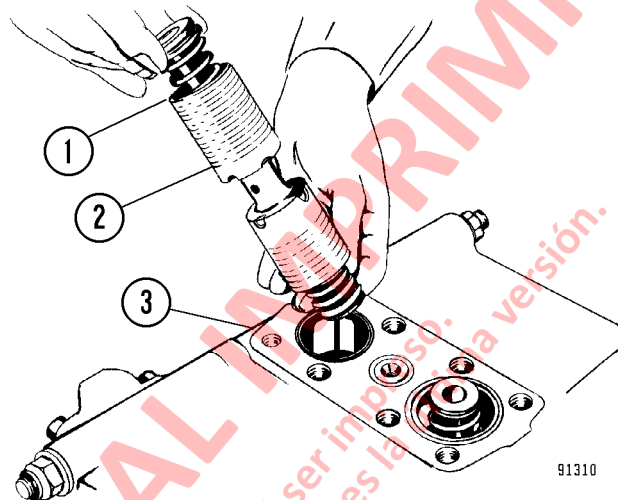

FIGURA 8-10. INSTALACIÓN DEL CARRETE
3. Repita el paso 2 en el extremo opuesto del carrete (20) para instalar el resorte, el asiento del resorte y el extremo del carrete. Asegúrese de que el resorte (16) sea azul. No hay cabezal móvil ni tapón instalados en el extremo inferior.
4. Lubrique el conjunto del carrete e instálelo cuidadosamente en la carcasa del carrete como se muestra en Figura 8-10. Asegúrese de que la ranura en «V» (1) del conjunto del carrete (2) esté posicionada hacia **arriba**, como se indica.
6. Repita el paso 5 desde el extremo inferior del carrete (14). Instale el resorte (16) de color azul, el asiento del resorte (2) y el extremo del carrete (15). Aplique Loctite a las roscas del extremo del carrete. Instale el extremo del carrete (15) y apriételo a **34 N·m (25 ft lb)**. Instale el cabezal móvil blanco (22). Aplique Dri-loc #204 a las roscas del tapón (3). Instale y apriete el tapón a **20 N·m (15 ft lb)**.
7. Lubrique el carrete que se ensambló e instálelo en la carcasa del carrete como se muestra en Figura 8-10. Asegúrese de que la ranura en «V» (1) del conjunto de carrete (2) esté posicionada hacia **arriba**, como se indica.